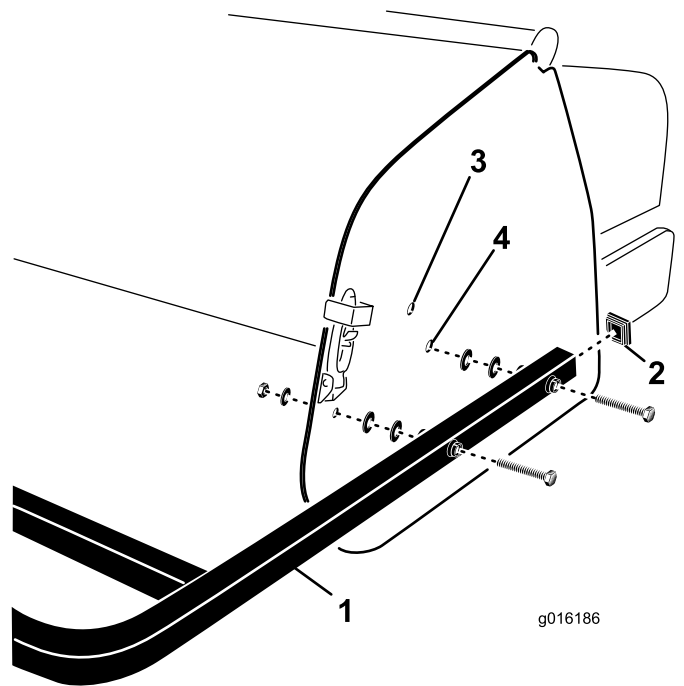

Figure 31
- Insérez les obturbateurs d'extrémité au bout des tubes de déflecteur arrière (Figure 31).
- Alignez les trous des tubes de montage du déflecteur arrière sur les trous des plaques latérales de l'aérateur (Figure 31).
- Fixez les tubes de montage du déflecteur aux plaques latérales avec 4 vis, rondelles plates et écrous (Figure 31).